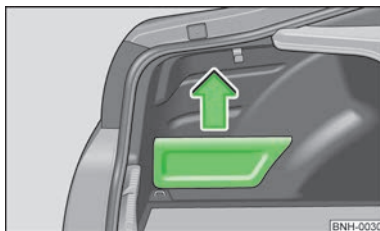

Fig. 56
► Prindeți capacul de partea de sus și scoateți-l cu grijă în sensul săgeții » fig. 56.